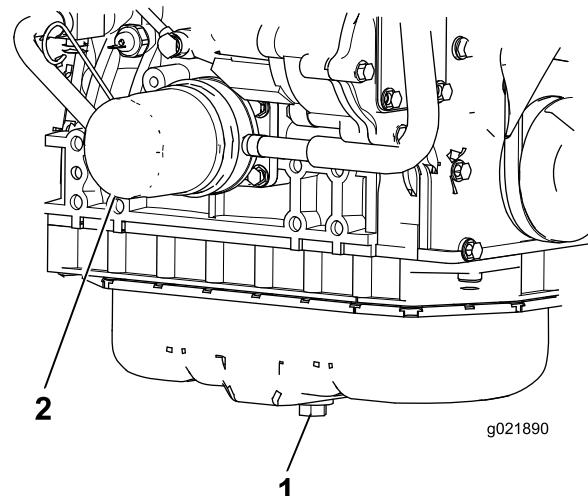

Bild 56
1. Entfernen Sie die Ablassschraube (Bild 56) und lassen Sie das Öl in die Auffangwanne ab. Schrauben Sie die Ablassschraube wieder ein, nachdem das Öl abgelaufen ist.
2. Entfernen Sie den Ölfilter (Bild 56). Ölen Sie die neue Dichtung am Ölfilter leicht mit frischem Öl ein, bevor Sie den Filter eindrehen. **Ziehen Sie nicht zu fest.**